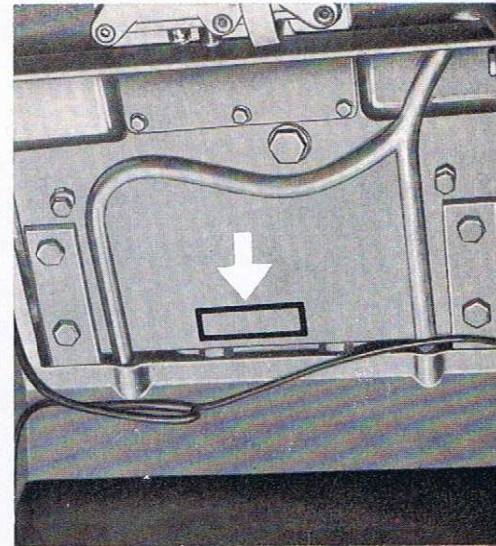

Fig. 2
N. DELLA TRATTRICE: stampigliato in alto sulla parte posteriore del corpo trattrice (visibile togliendo il cuscino) Fig. 2.
NUMÉRO DU TRACTEUR: frappé à froid en haut sur la partie postérieure du corps du tracteur (visible en enlevant le coussin du siège). Voir figure 2.
NR. DES SCHLEPPERS: markiert oben auf der Rückseite des Schlepperkörpers (sichtbar bei Abnahme des Kiss Bild 2.